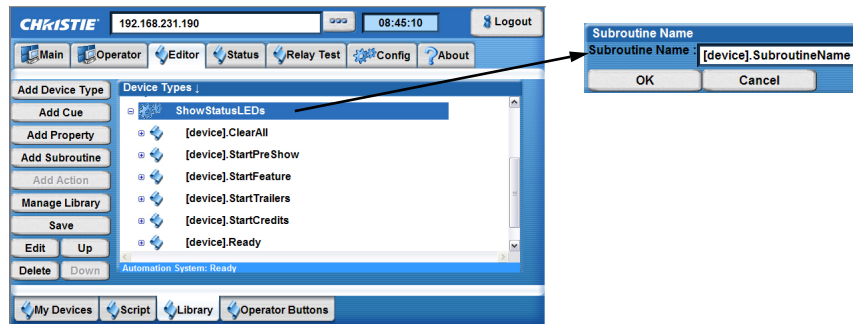

Figura 3-24 Adición de una subrutina a una biblioteca
4. Escriba el nombre de la subrutina en la ventana **Subroutine Name** (Nombre de la subrutina) (Figura 3-24).